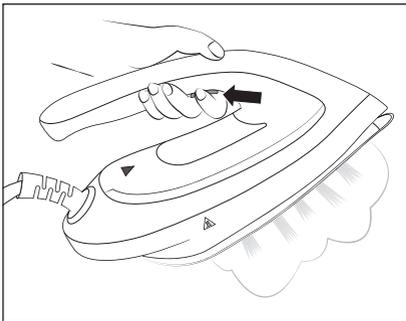

Fig. 5
- 2) Prendere il ferro da stiro a vapore **1** dalla superficie d'appoggio **17** e premere il tasto per il getto di vapore  **2** (vedere fig. 5) quando si stira. Dalle aperture per la fuoriuscita del vapore della piastra **4** esce vapore.